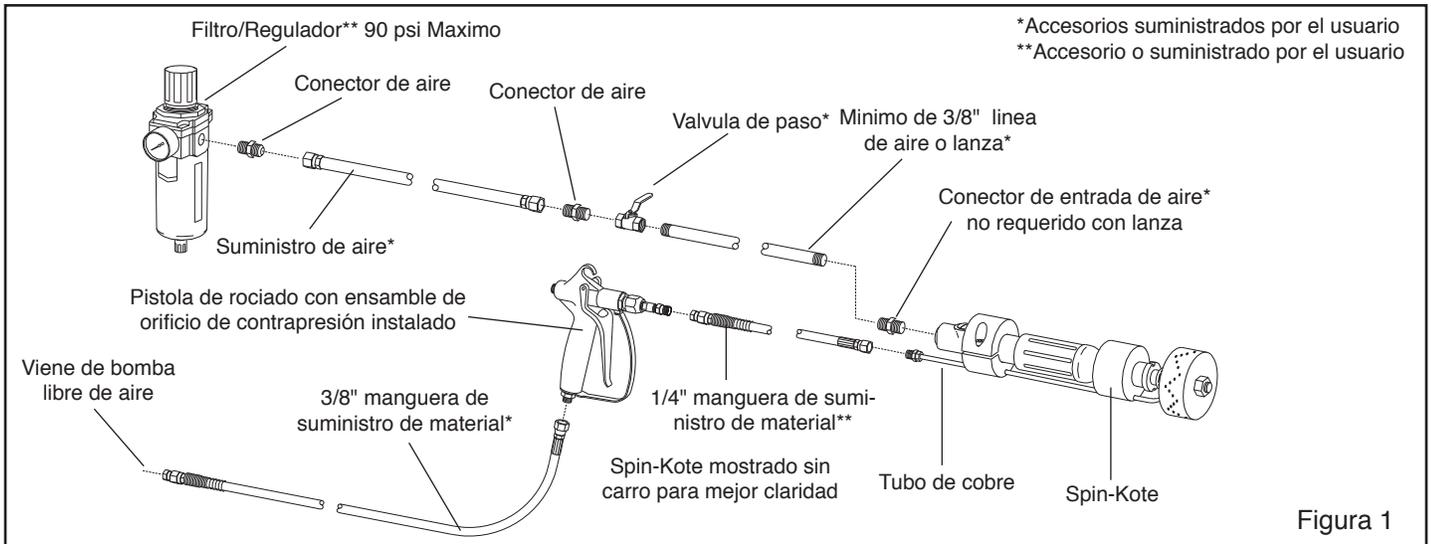

Figura 1
Refiérase a la Figura 1 para configuración típica.
2.3 Conecte las Mangueras de Pintura a Alta Presión (Refiérase a la Figura 1)